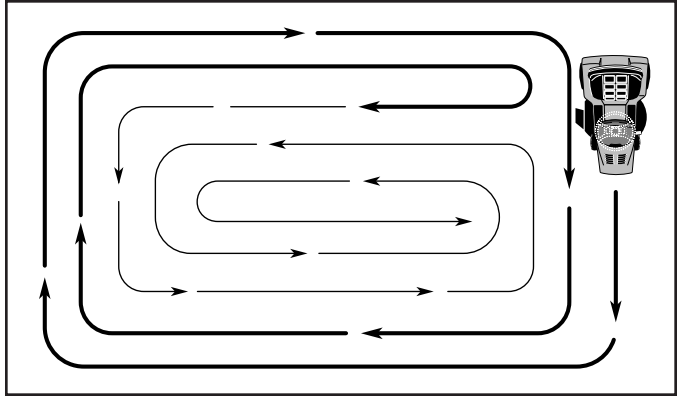

Fig. 14
- Al segar las áreas grandes, empiece girando a la derecha de modo que los recortes se descaquen, alejándose de los arbustos, cercos, entradas de automóviles, etc. Después de una o dos vueltas, siga en la dirección opuesta, haciendo virajes a la izquierda, hasta que termine (Vea Fig 14).